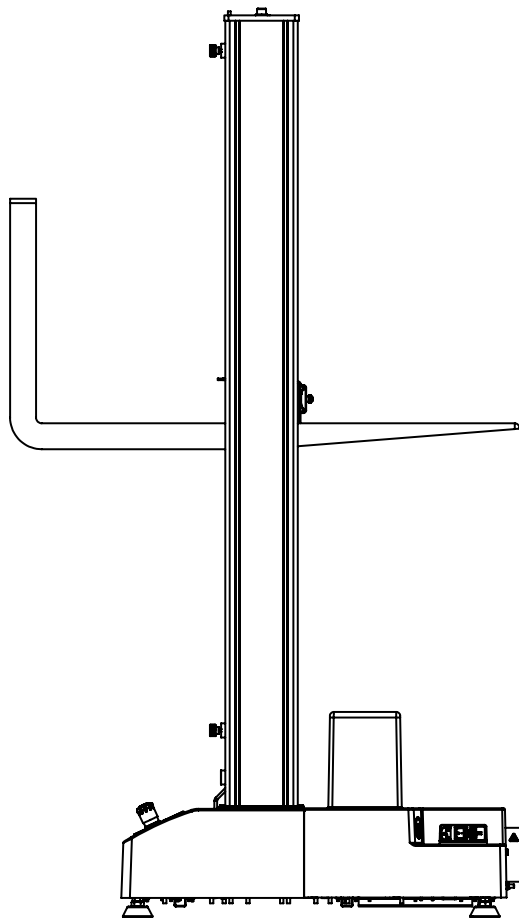

Figura 10. Elevación del bastidor desde la cruceta
2. Usando una carretilla elevadora con palas acolchadas o material de protección alrededor de la cruceta, introduzca con cuidado las palas por debajo de la cruceta entre las columnas. Consulte Figura 10 en la página 62.